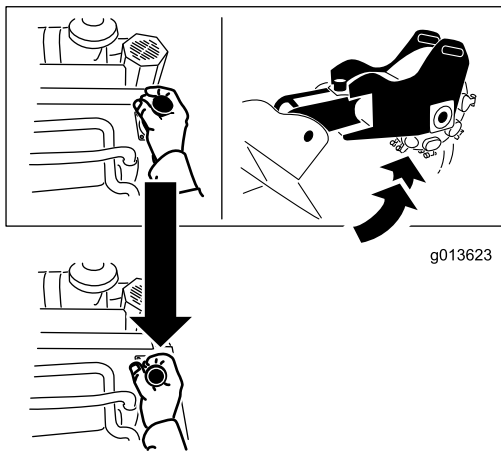

Figura 13
- Para elevar el desbastador, tire hacia atrás de la palanca (Figura 13).